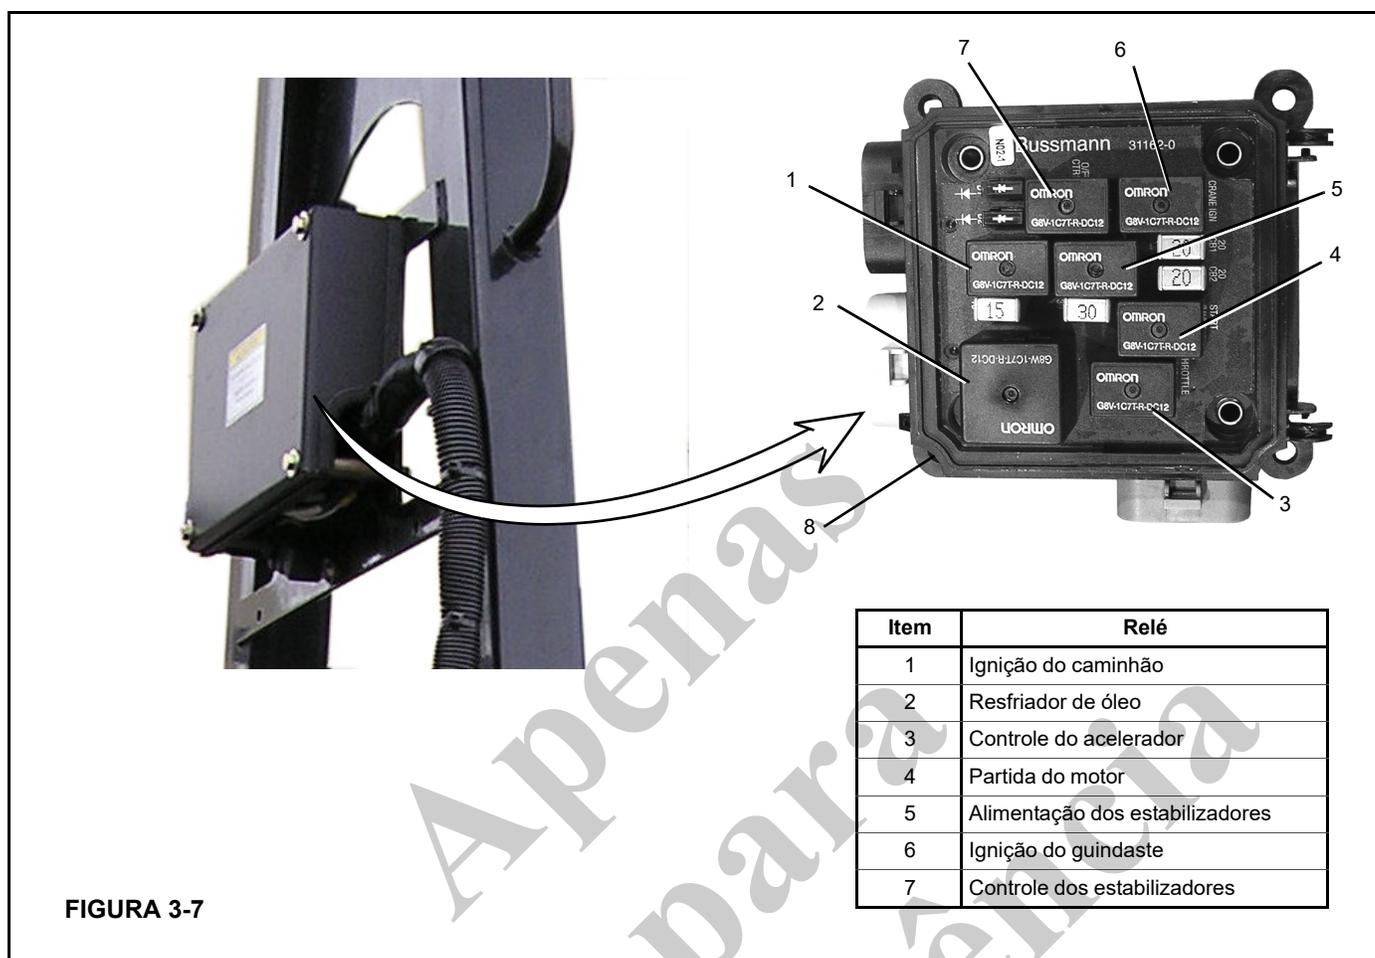

FIGURA 3-7
O módulo VEC (Central elétrica do veículo) (8, Figura 3-7) está localizado em um compartimento no suporte da lança, acima do coletor do estabilizador frontal. O módulo VEC contém os seguintes relés e disjuntores:
Lista de itens da Figura 3-7
O sensor de temperatura (2) está localizado no núcleo de resfriamento e energiza o relé do ventilador quando o óleo hidráulico atinge 120°F (49°C). O relé do ventilador está localizado no módulo VEC (Figura 3-7) e liga o ventilador quando energizado. Se o ventilador não for acionado quando o óleo hidráulico estiver quente, verifique o sensor de temperatura, o relé e o motor do ventilador.